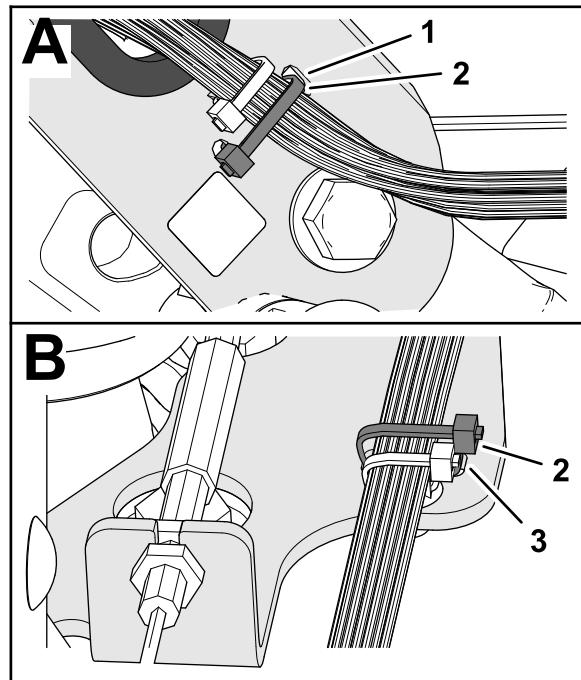

Bild 11
6. Befestigen Sie den Maschinenkabelbaum mit einem Kabelbinder durch die Schlitze im Lenkerkanal (Bild 11).